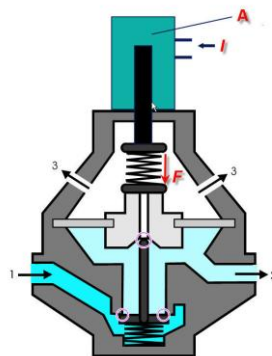

Fig. 5
In een proportioneel drukregelventiel (Fig.5) wordt de manuele instelling vervangen door een proportionele spoel (A). De uitgangsdruk van dat ventiel is proportioneel met de kracht ( $F$ ) die door de proportionele spoel